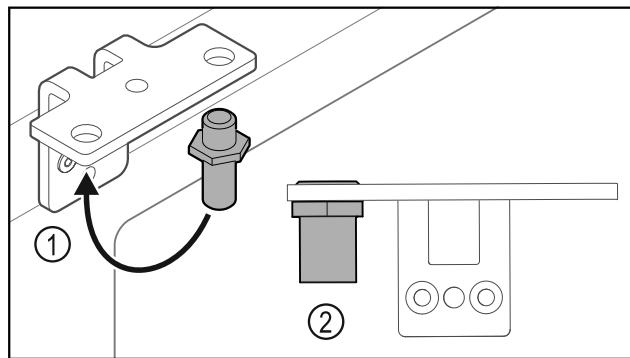

Fig. 29
- ▶ Переставьте палец Fig. 29 (1) в шарнирном уголке.
- ▶ Затяните палец Fig. 29 (2) с моментом **12 Нм**.